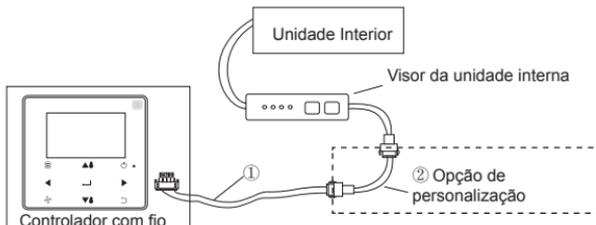

Fig. 12
2-5-6 Para os IDUs não de 2ª geração, o controlador com fio precisa ser interconectado ao terminal de 5 núcleos no painel do visor do IDU através da porta CN2. Ver Fig. 12. O seguinte conjunto de cabos de conexão padrão ① conforme configurado para o seguinte acessório de controlador com fio.